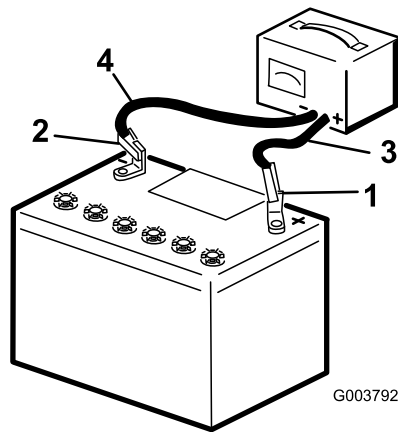

図 33
2. 25-30アンペアで10-15分、または4-6アンペアで30分、バッテリーを充電する 図 33。充電しすぎないように注意すること。
3. 充電が終わったら、チャージャのプラグをコンセントから抜いてから、チャージャのリード線をバッテリー端子から外す 図 33。